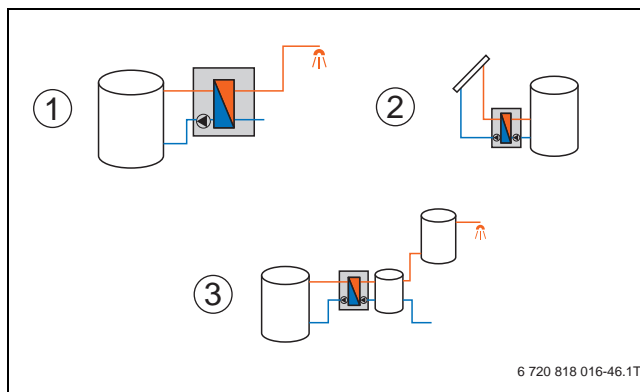

Bild 42 Anwendungsfälle SC300
- Warmwasser: Frischwasserstation FS/2 oder FS.../3 mit SC300 und Modul MS100, Master-MS100 = Adresse 9, Slave-MS100 = Adresse 4 ... 6 → Bild 42, Pos. 1 und Kapitel 4.9.2, Seite 69
- Umladesystem: solare Großanlage SAT-VWS mit Pufferumladestation Logalux SLP/3, SC300 und Modul SM200, Adresse 8, um solare Wärme aus einem Pufferspeicher in einen Vorwärm-Warmwasserspeicher umzuladen → Bild 42, Pos. 3 und Kapitel 4.9.3, Seite 70